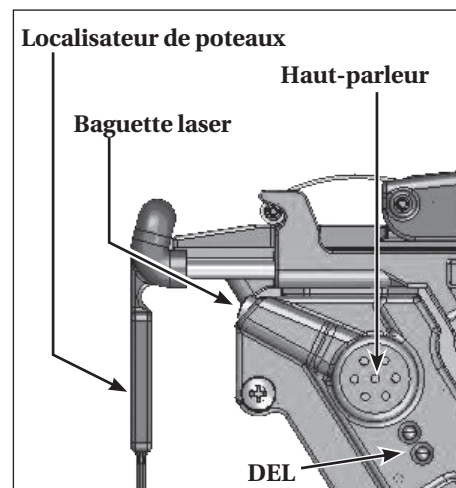

Figure 23
6. Le localisateur de poteaux devrait bipper et le voyant du localisateur devrait passer au rouge pendant une seconde en calibrant. Le voyant passe ensuite au vert. **NE PAS** déplacer l'outil lorsque le localisateur de poteaux calibre (voir la Figure 23).
7. Lorsque le voyant passe au vert, commencer à glisser la PC enfoncée sur le mur pour « chercher » les poteaux. Lorsque le localisateur est près du bord d'un poteau, le voyant du localisateur commence à clignoter rapidement en rouge, puis on entend un bip rapide (voir la Figure 23).
8. En passant directement sur un poteau, le localisateur émet un bip et le voyant passe au rouge (voir la Figure 23).